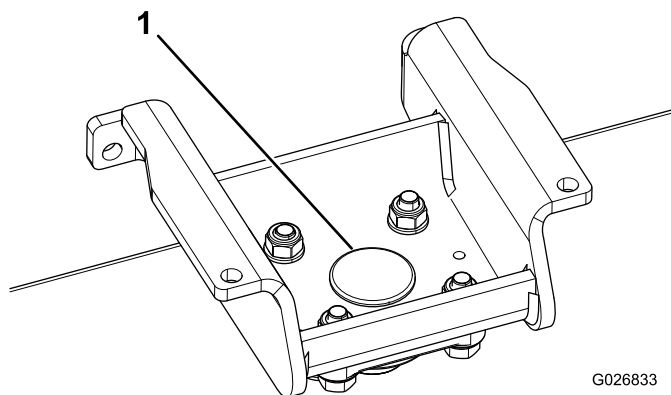

Figure 7
8. Placez une bague dans le côté supérieur du trou de chaque support de roulement, comme montré à la Figure 7.